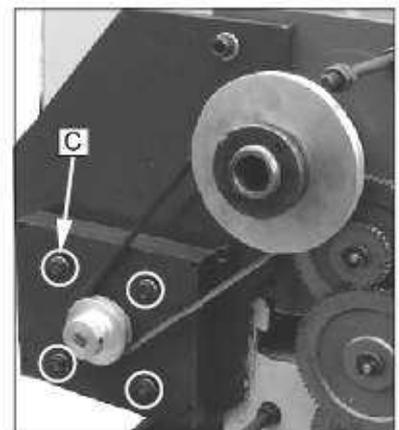

Fig. 20
2. Sélectionnez A ou B selon vos besoins, A correspond à la petite vitesse, B correspond à la grande vitesse. (Fig. 20)
Desserrez les quatre écrous et vis (C, Fig. 20) pour retirer le plateau de fixation du moteur et procédez au positionnement.